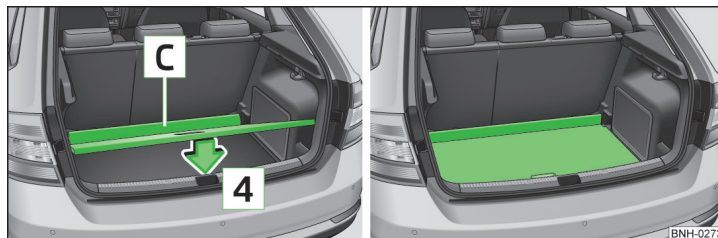

Abb. 85 Variablen Ladeboden in die untere Position einstellen / Variabler Ladeboden in der unteren Position
- › Den variablen Ladeboden bis zum Anschlag in Pfeilrichtung **3** einschieben, bis dessen vorderer Bereich **C** » Abb. 85 angehoben ist.